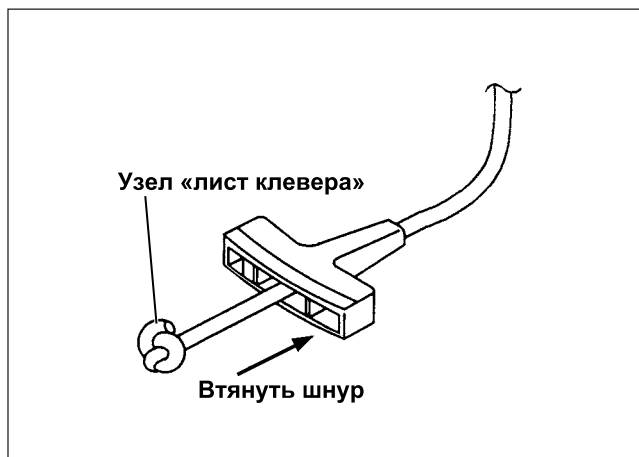
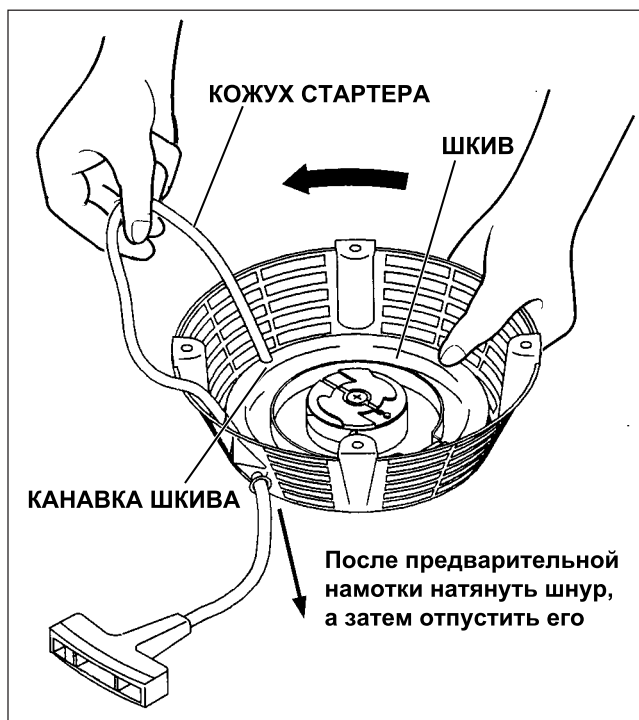

Рис. 9-6
Рис. 9-7
- (4) Пропустить шнур стартера через рукоятку и завязать конец шнура, чтобы получился плотный узел «лист клевера», как показано на рис. 9-6. Затем вставить узел в рукоятку.
- (5) Пропустить другой конец шнура через кожух стартера к шкиву и сделать узел, как показано выше, затем надежно вставить конец шнура в соответствующий паз шкива.
- (6) Намотать примерно 1,5 витка шнура стартера на шкив в направлении, показанном стрелкой на рис. 9-7, пропустив шнур по канавке шкива, затем надежно установить шкив в кожух стартера, так чтобы крючок зацепился за внутренний конец пружины.
- (7) Удерживая конец шнура стартера, как показано на рис. 9-7, повернуть шкив на 6 оборотов, прилагая усилие точно по канавке шкива (предварительная намотка).